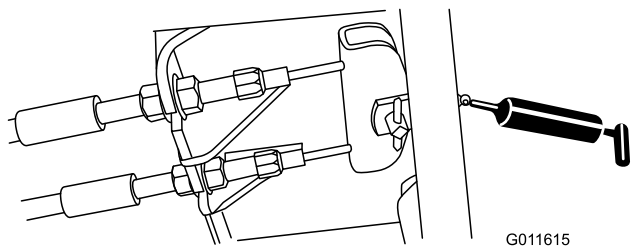

Figure 49
- Pédale de frein (1) (Figure 49)